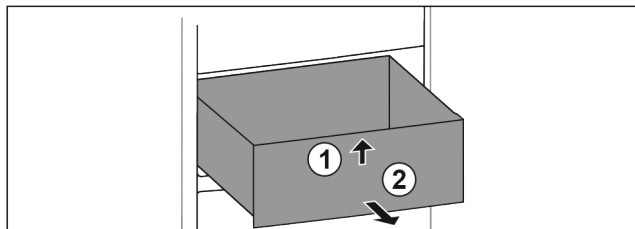

Fig. 27
- ▶ Sollevare il cassetto dal davanti. Fig. 27 (1)
- ▶ Rimuovere il cassetto tirandolo in avanti. Fig. 27 (2)